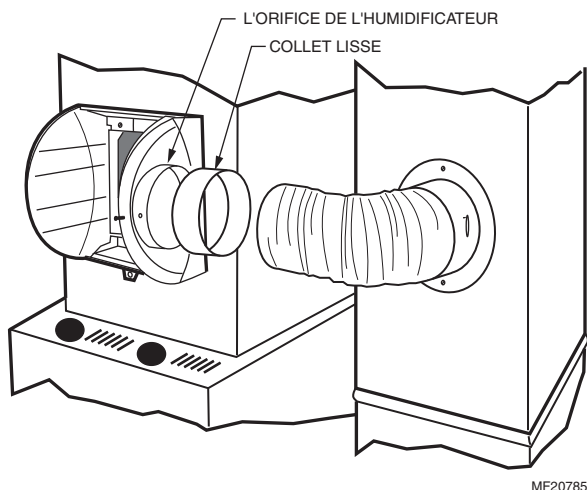

Fig. 7. Raccordement de la gaine de dérivation.
14. Introduire le collet lisse dans l'orifice de l'humidificateur et le fixer à l'aide de vis à tête. Glisser la gaine flexible sur le collet et l'attacher avec une courroie de fixation. Voir la Fig. 7.